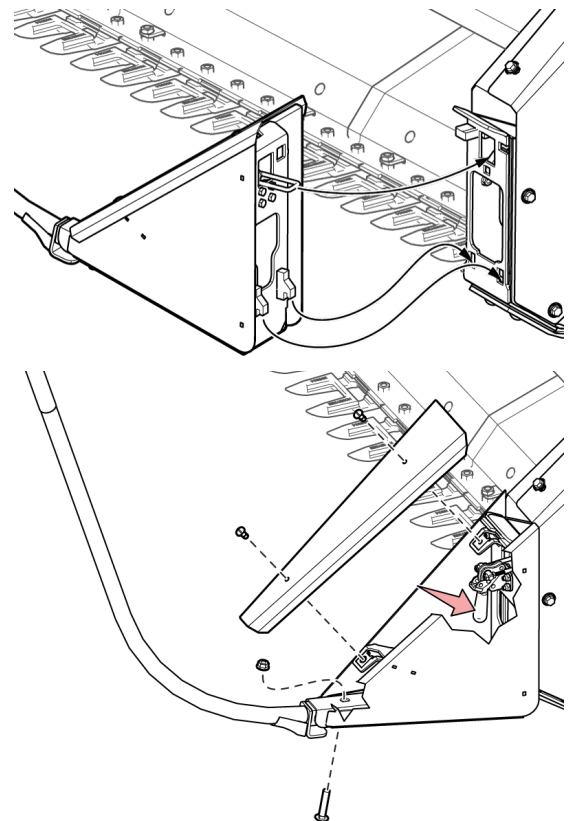

Abb. 41 - Ernteteiler installieren
Die Halmteiler müssen sachgerecht montiert und frei von Ernterückständen sein. (Siehe Abb. 41 auf Seite 34)
- Die Halmteiler müssen sachgerecht montiert und frei von Ernterückständen sein. (Siehe Abb. 41 auf Seite 34)